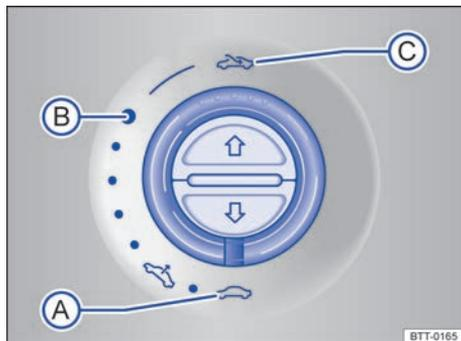
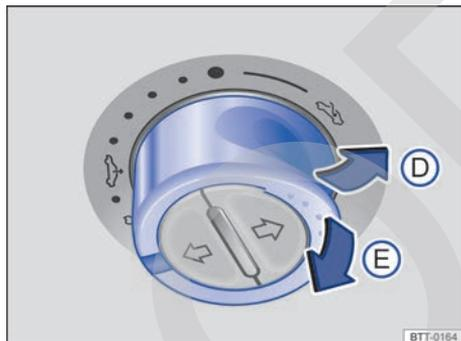

Fig. 83 En el revestimiento interior del techo: mando del techo de cristal.
Fig. 84 En el revestimiento interior del techo: mando del techo de cristal.
Para ajustar la posición deflectora del techo de cristal, el mando giratorio se tiene que encontrar en la posición → fig. 83 (A).
- **Abrir horizontalmente por completo:** Gire el mando a la posición (C) y manténgalo en esta posición hasta que el techo de cristal alcance la posición deseada.
- **Posición de confort:** Gire el mando a la posición (B).
- **Cerrar por completo:** Gire el mando a la posición (A).
- **Ajustar una posición intermedia:** Gire el mando a una posición entre la (B) y la (A).
- **Ajustar la posición deflectora hasta el tope:** Presione el mando brevemente en el sentido de la flecha → fig. 84 (D).
- **Detener la función automática:** Vuelva a presionar el mando brevemente en el sentido de la flecha (D) o tire de él brevemente en el sentido de la flecha (E).
- **Cerrar por completo:** Tire del mando en el sentido de la flecha (E).
- Tire del mando → fig. 84 ⓘ hasta que el techo de cristal se haya cerrado completamente.